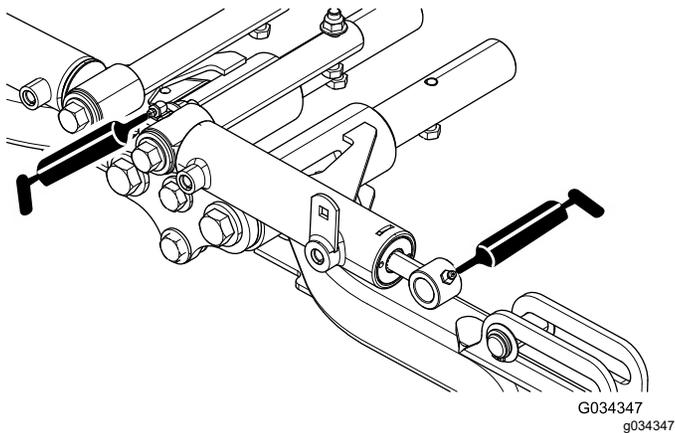

Рисунок 55
- Цилиндры поворота и подъема передних подъемных рычагов (3 шт.); см. Рисунок 55.